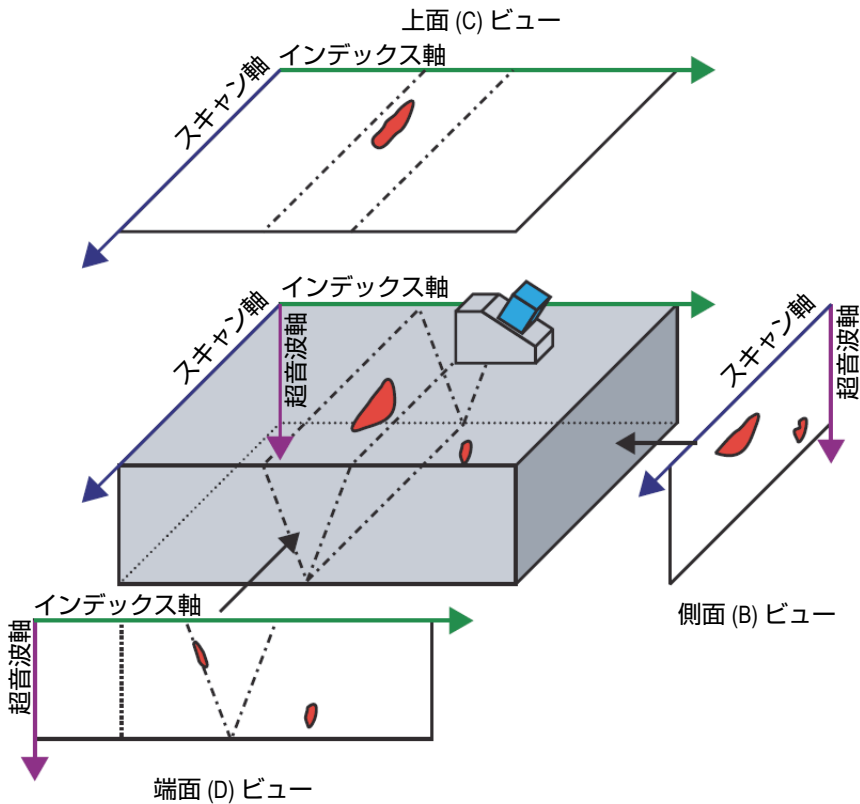

図 3-21 プローブスキュー角度が 90° の超音波ビュー [上面 (C)、側面 (B)、および端面 (D)] の例
立体展開表示は、超音波軸、スキャン軸、およびインデックス軸によって定義されるさまざま面に投影された連続的な A-スキャンから生成される色分けされたイメージです。図面の二次元投影図に類似した、最も重要なビューを 84 ページの図 3-21 に示しています。
84 ページの図 3-21 では、プローブスキュー角度が 0° (または 180°) の場合、側面 (B) ビューは端面 (D) ビューになり、またその逆の場合も同様です。側面 (B) ビューは、深さおよびプローブ移動軸によって定義されます。端面 (D) ビューは、深さおよび電子スキャン軸によって定義されます。